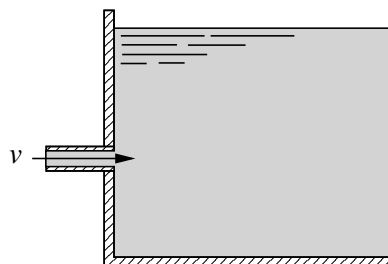

图 4-59 习题 4-24 附图
**4-24** 水通过管道进入一大水池，如图 4-59 所示。若管道直径为  $50\text{cm}$ ，水的流量为  $0.8\text{m}^3/\text{s}$ ，